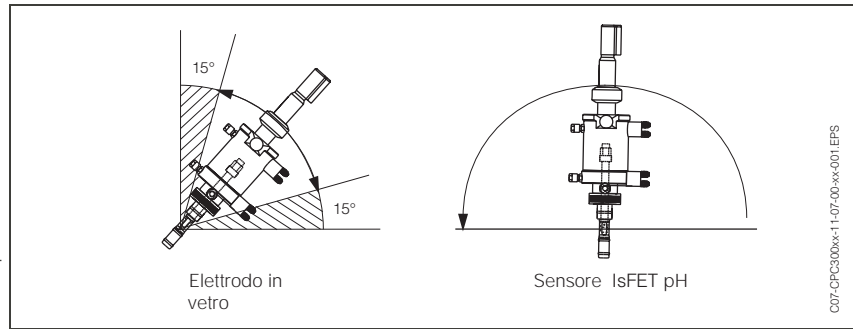

Fig. 4: A sinistra: Con elettrodi in vetro, l'angolo d'installazione deve essere di almeno 15° rispetto all'asse verticale ed orizzontale.
- **Elettrodo in vetro:** montare l'armatura con un angolo d'installazione di almeno 15° rispetto all'asse orizzontale e verticale (vedere fig. 4).